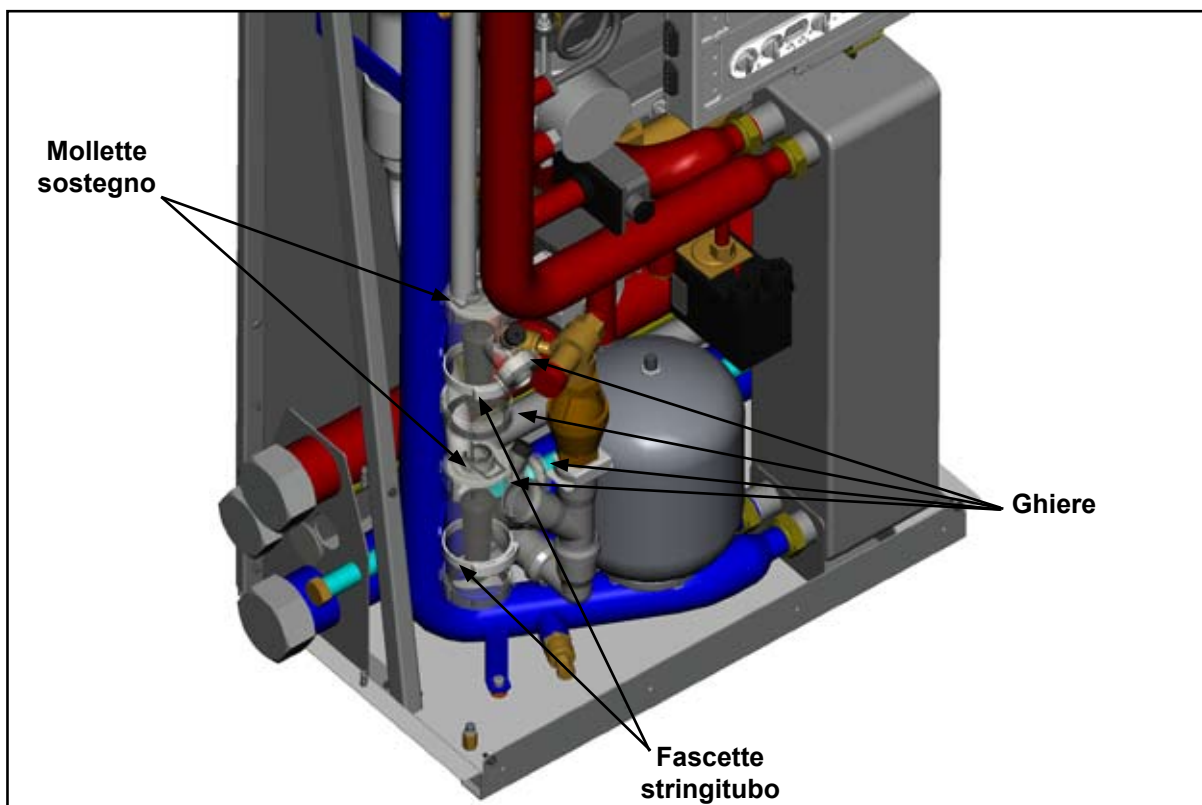

Figura 27
- 2) Svitare le ghiera di sifoni come indicato in figura 27